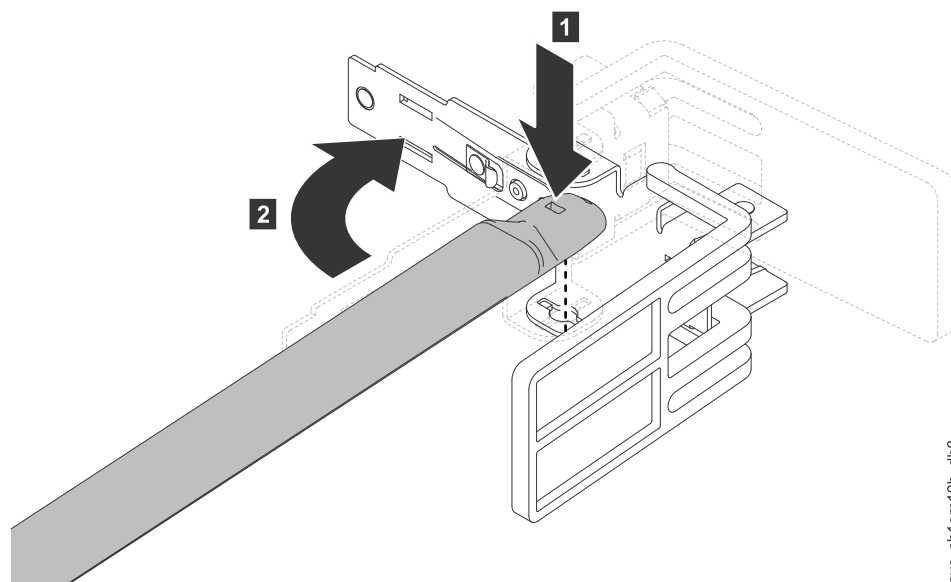

Figura 28. Conectando o braço do suporte de organização de cabos na trava
2. Conecte a outra extremidade do braço do suporte na trava, conforme mostrado na Figura 28 na página 41.